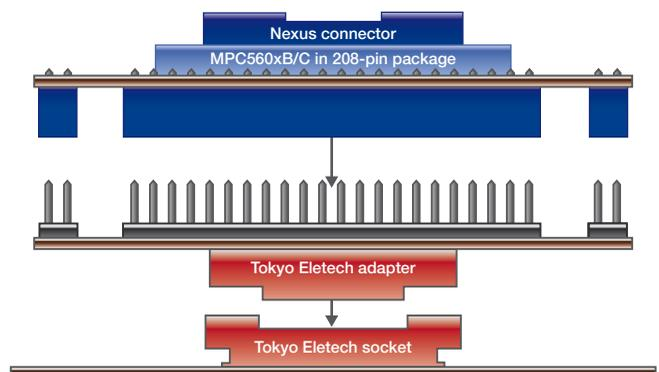

Bild 4: Der MPC560xB/C-Adapter erlaubt statt dem Original-Controller ein Development Package mit Nexus-Schnittstelle einzusetzen.
- Passender MPC560xB/C-Controller im 208-Pin BGA *Development Package* sowie Mictor-Stecker mit Nexus-Schnittstelle für den Anschluss eines TRACE32 Tracetools (blau dargestellt im Bild 4)